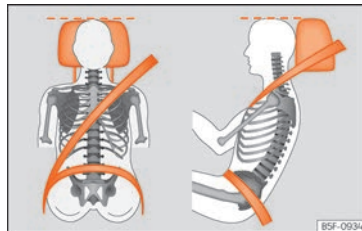

Fig. 87 Apoyacabezas ajustado correctamente visto de frente y lateralmente.
- Ajuste el apoyacabezas de modo que el borde superior quede, en la medida de lo posible, a la altura de la parte superior de la cabeza, como mínimo a la altura de los ojos » » fig. 87.